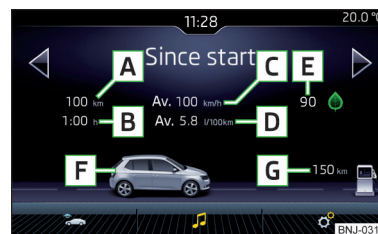

Fig. 39
**Afișarea pe ecran** » fig. 39